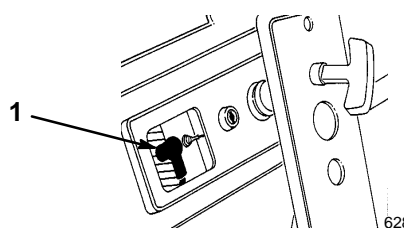

Figure 23
3. Débrancher la bougie et la déposer (Fig. 23).